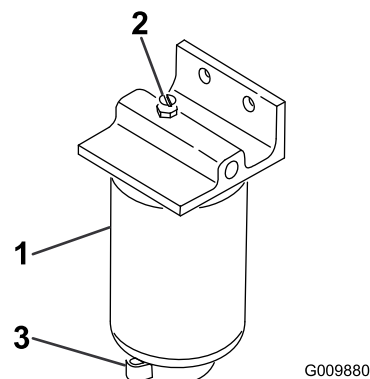

Figure 66
2. Desserrez le robinet de vidange au bas de la cartouche du filtre (Figure 66).
1. Nettoyez la surface autour des supports de la cartouche du filtre (Figure 66).